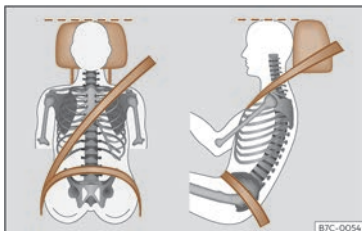

Fig. 18 Poziția corectă a chingii centurii de siguranță și tetierei
- Reglați tetiera astfel încât marginea superioară a acesteia să fie pe cât posibil la același nivel cu creștetul capului și cât mai aproape de nivelul ochilor¹⁾ >>> pag. 130. Țineți ceafa cât mai aproape posibil de tetieră >>> fig. 18.
- Reglați scaunul longitudinal astfel încât să puteți apăsa complet pedalele cu genunchii ușor îndoiți și astfel încât distanța dintre zona genunchilor și panoul de bord să fie de cel puțin 10 cm (4 inchii) >>> fig. 18.